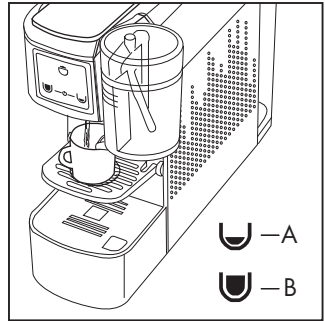

Abb. 11
Drücken Sie nach Wunsch entweder die Abgabetaste (A) oder (B) (**Abb. 11**)